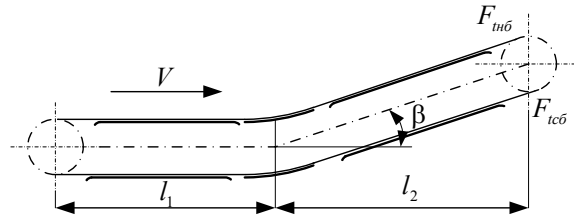

Рис.2
3. Рассчитать пластинчатый конвейер для перемещения руды (рис. 2).